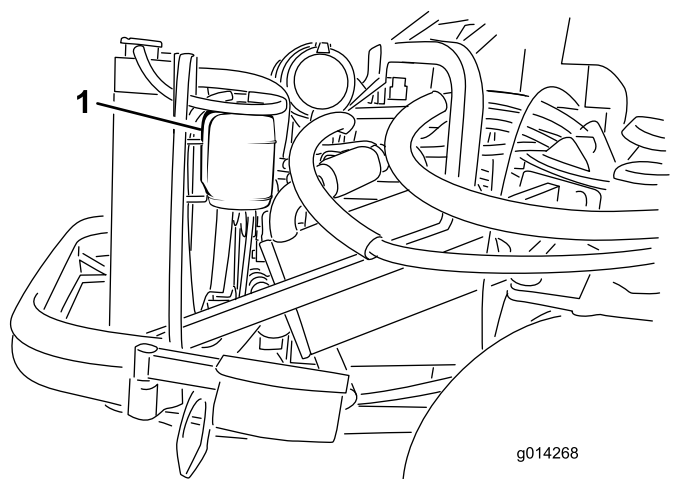

图44
1. 检查膨胀水箱的冷却液液位 图44。冷却液液位应当介于膨胀水箱侧面的两个标记之间。